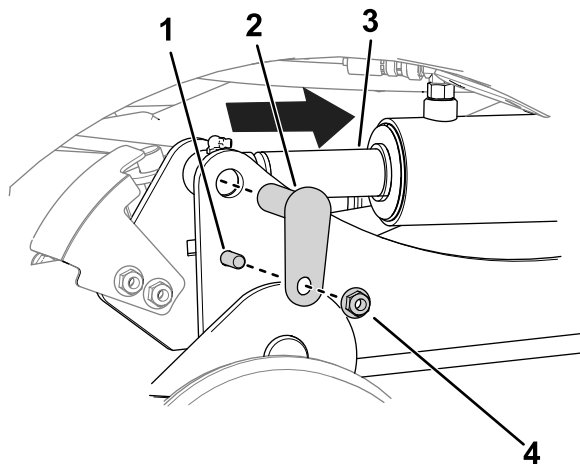

Figura 7
- B. Utilizai un poanson pentru a alinia orificiile tijei cilindrului cu orificiile braului de ridicare (Figura 7).
C. Utilizai 2 uruburi ($\frac{3}{8}$ x 1 $\frac{1}{4}$ "), 2 piulie ($\frac{3}{8}$ ") i 2 tifturi mici pentru a fixa braele de ridicare la cilindri (Figura 7).